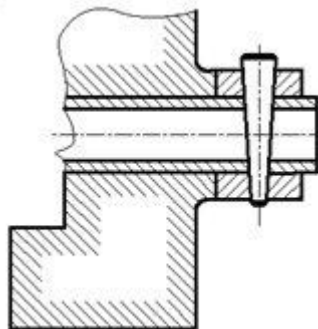

Рисунок 58 - Пример штриховки больших площадей
10. При больших площадях сечений, а также при указании профиля грунта допускается наносить обозначение лишь у контура сечения узкой полоской равномерной ширины (рисунок 58).